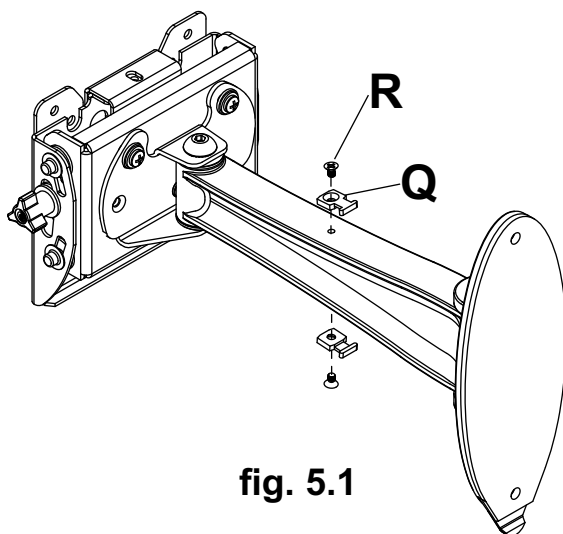

fig. 5.1
- 5-1** Fixez l' ancrage des attaches de câble (**Q**) au haut ou au bas du bras mural (**A**) à l'aide d'une vis Phillips 8/32 x 1/4 (**R**) comme illustré à la figure 5.1.